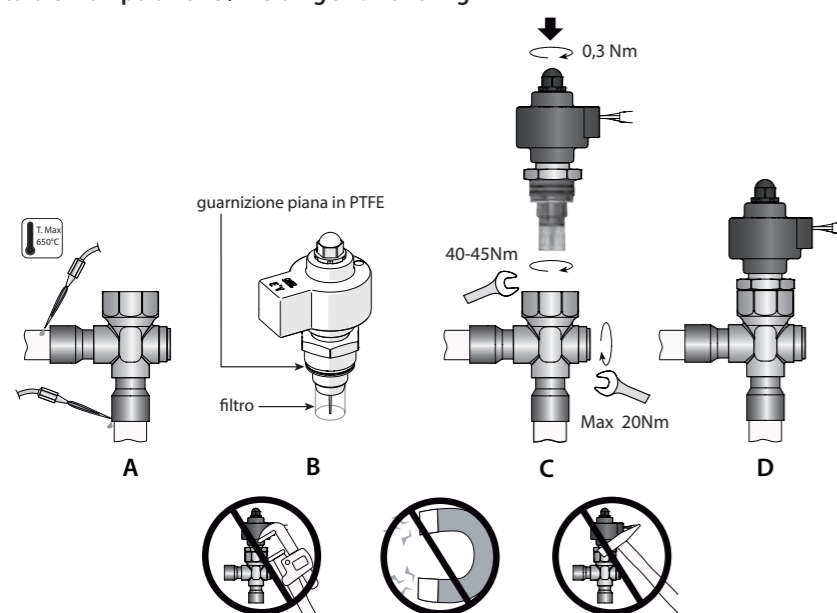

Fig.2
Seguire la successione indicata in Fig. 2 procedendo in questo modo:
2. Procedere alla saldatura orientando la fiamma verso l'estremità dei raccordi come da fig. 2 A (per una migliore brasatura senza alterare la tenuta della zona di saldatura tra corpo e raccordi utilizzare lega con temperatura di fusione inferiore a 650 °C o con tenore di argento superiore del 25 %).
5. Verificare che il filtro in rete metallica sia inserito sulla boccola di ottone (Fig.2-B). In caso contrario, posizionarlo come in figura e portarlo in battuta. **Attenzione!** Utilizzare il filtro solo in mono-direzionale con ingresso del fluido dal raccordo laterale. In caso di utilizzo della valvola in direzione contraria, prevedere apposito filtro nel circuito, togliendo quello fornito.
6. Avvitare nel corpo valvola la cartuccia in acciaio sull'apposito alloggiamento filettato con una chiave a forchetta da 24. Serrare la cartuccia portando la ghiera in battuta sul corpo valvola con una coppia di serraggio suggerito di 40-45 Nm (Fig. 2 C). Per favorire un più rapido assemblaggio della valvola, si consiglia di non smontare il motore dalla cartuccia. **Attenzione!** Nel caso in cui lo stelo filettato fuoriuscisse completamente dalla sede di lavoro della cartuccia procedere secondo la seguente operazione:
7. A valvola fredda, avvitare sul corpo valvola la spia di flusso all'interno dell'apposito alloggiamento filettato (in linea con il raccordo trasversale) con una chiave esagonale da 17 mm verificando la presenza dell'O-ring (OR - 114, diametro interno 11,1 - spessore 1,78 mm - materiale: Neoprene) che ne garantisce la tenuta ermetica. Serrare la spia fino al raggiungimento del fine corsa meccanico del filetto (Fig. 2 C), con una coppia di massimo 20 Nm. **Attenzione!** Per garantire una migliore tenuta dell'assieme è consigliato l'utilizzo di O-ring in Neoprene (materiali diversi possono compromettere il corretto utilizzo dell'assieme) lubrificati con uno strato sottile di olio compatibile.
The Unipolar E²V-S/-H valves must be joined to the circuit by braze welding the copper fittings to the condenser outlet (IN) and evaporator inlet (OUT) pipes. Proceed as indicated in Fig. 2:
2. Weld by aiming the flame at the ends of the fittings as shown in Fig. 2-A (for better braze welding without affecting the seal of the welded area between the body and the fittings, use alloys with a fusion temperature less than 650 °C or with a silver content above 25%);
4. Make sure that the PTFE flat gasket is present in its seat (Fig. 2-B).
5. Make sure that the metal mesh filter is inserted on the brass bushing (Fig.2-B). Otherwise, position it as shown in the figure and make sure it's properly in place. **Warning! Only use the one-way filter with fluid inlet from the connection side. If using the valve in the opposite direction, install a special filter in the circuit, removing the one supplied.**
6. Tighten the steel cartridge in its threaded socket on the valve body using a 24 mm spanner. Tighten the cartridge on the valve body to a recommended tightening torque of 40-45 Nm (Fig. 2-D). For faster valve assembly, do not remove the motor from the cartridge. **Warning! If the threaded rod comes completely out of the cartridge, proceed as follows:**
7. When the valve has cooled down, tighten the flow sight glass to the special threaded socket in the valve body (in line with the cross fitting) using a 17 mm Allen key, making sure the O-ring is fitted (OR - 114 - inside diameter 11.1 mm - thickness 1.78 mm - material: Neoprene) to ensure hermetic tightness. Tighten the sight glass to the end of the thread (Fig. 2 C), with maximum 20 Nm torque. **Warning!** To ensure better tightness of the assembly, use the Neoprene O-ring (other materials may affect the correct operation of the assembly) lubricated with a thin layer of compatible oil.